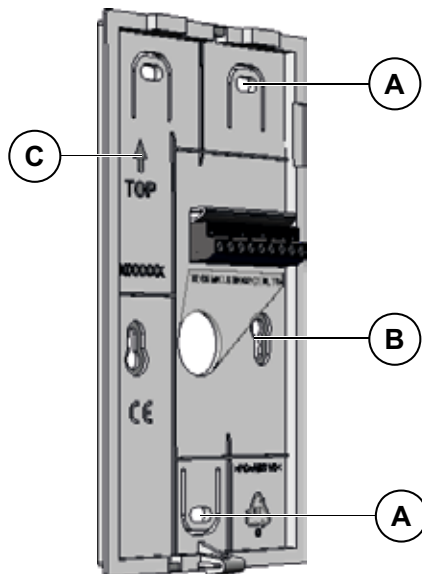

Fig. 2 : Monter le cadre inférieur
Fixez un boîtier d'encastrement à l'endroit du mur où vous souhaitez placer l'appareil (Fig. 2).
Placez le passage de câble du cadre inférieur à hauteur du boîtier d'encastrement. Montez le cadre inférieur à l'aide d'au-moins 3 vis adéquates (Fig. 2). Ces vis ne sont pas fournies.
**ATTENTION !** La position d'encastrement du cadre inférieur se reconnaît à la flèche et à la marque TOP (Fig. 2).